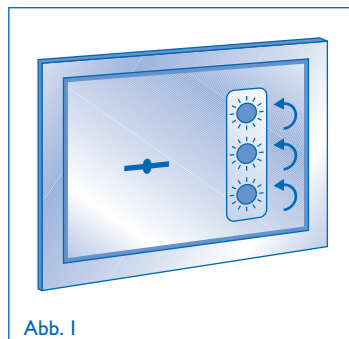

Abb. 1
- A) Assicurarsi che i selettori siano a ZERO ruotandoli verso sinistra (senso antiorario), fino all'arresto (Fig. 1).
- A) Sicherstellen, daß die Wahlschalter auf null stehen, indem man sie nach links (im Gegenuhrzeigersinn) bis zum Anschlag verdreht (Abb. 1).
- A) Vérifier si l'ensemble est à zéro, en tournant les trois compteurs vers la gauche (sens inverse des aiguilles d'une montre), jusqu'à l'arrêt (Fig. 1).